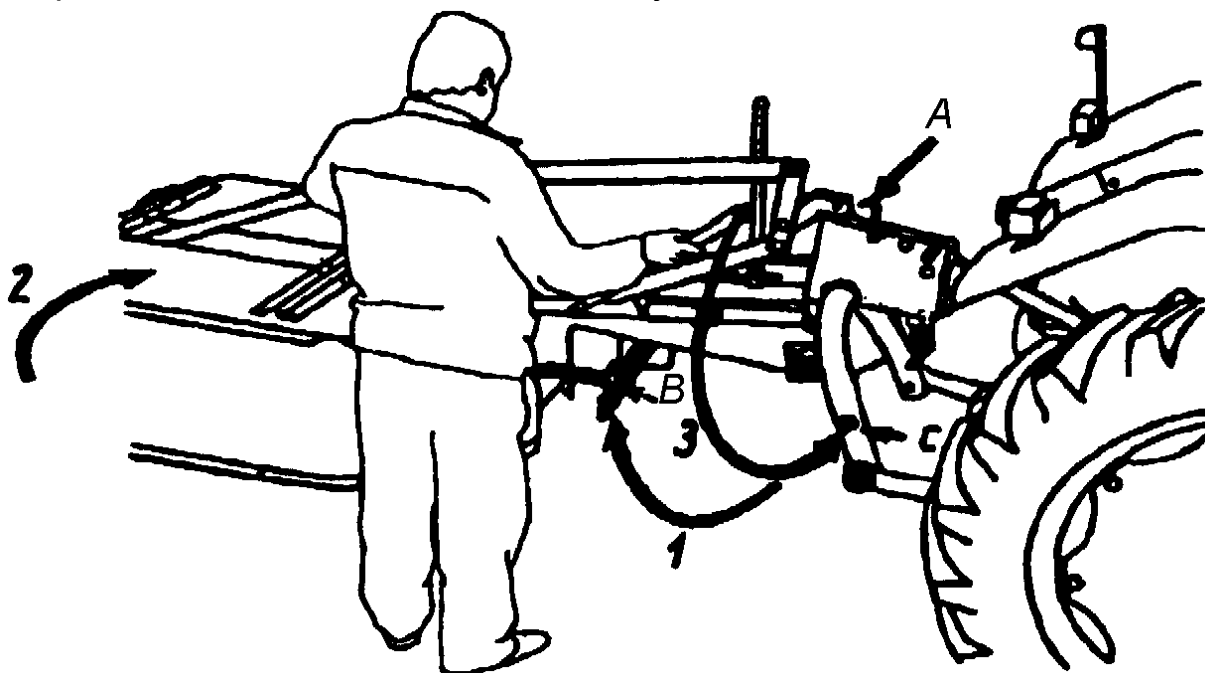

Рис. 10. Переключение косилки в транспортное положение
- 2) повернуть шарнирную балку и главную раму назад, вдоль оси трактора (Рис. 10); для этого – если перед этим косилка находилась в рабочем положении - нужно:
- 2) установить шарнирную балку и главную раму, повернутую перпендикулярно к оси трактора, выполняя для этого действия в очередности, обратной той, которая указана в п. 11. и показана на Рис. 10:
### **Регулировка высоты скашивания (рис. 10)**